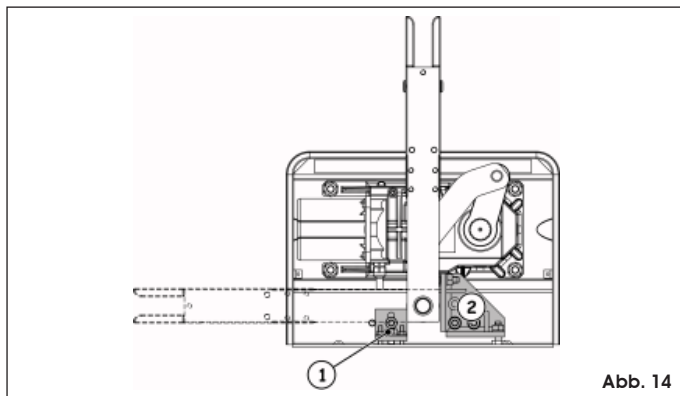

Abb. 14
Bei den Systemen mit Öffnung auf 110° und auf 140° können im Inneren des tragenden Gehäuses die mechanischen Anschläge (Optional) für den Öffnungs- (Fig. 14 rif. ①)- und für den Schließvorgang (Fig. 14 rif. ②) angebracht werden. Hinsichtlich der Befestigung ist auf die entsprechenden Anleitungen Bezug zu nehmen (Abb.14).